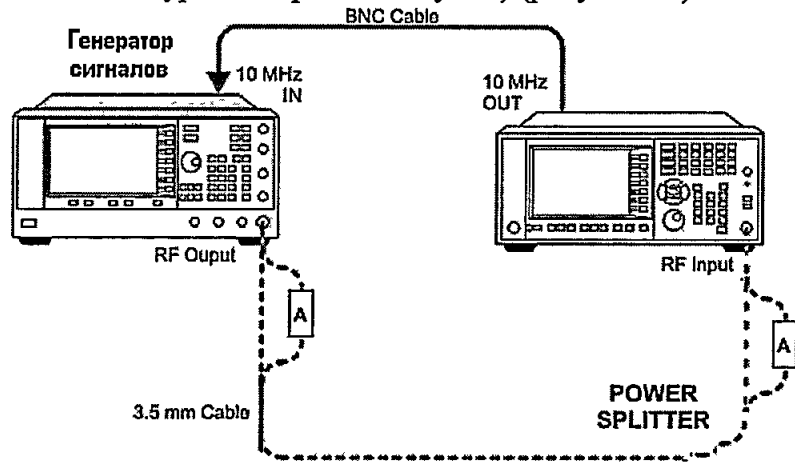

Рисунок 13
7.9.1 Измерение фазового шума проводят с помощью генератора E8257D (с опцией UNY и включенным пониженным уровнем фазовых шумов) (рисунок 13).